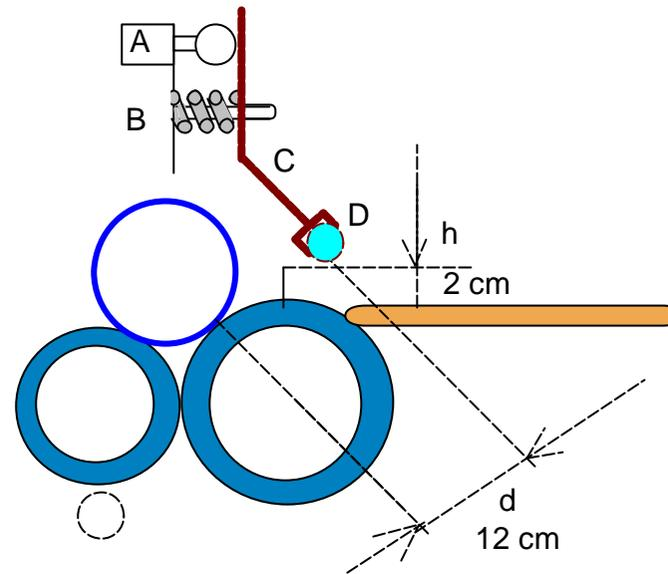

fig. 4
5.2. elementi mobili 5.2.1. organi di trasmissione 5.2.2. organi che partecipano alla lavorazione	<p>Devono essere protetti mediante:</p> <ul style="list-style-type: none"> • ripari e carter fissi, apribili con chiavi o attrezzi; • ripari mobili provvisti di dispositivo di sicurezza elettromeccanico, atto ad impedire la messa in funzione degli organi pericolosi con il riparo aperto, o evitarne l'apertura fino a che gli stessi organi sono in movimento. <p>La zona di imbocco della macchina deve essere provvista di dispositivi di sicurezza atti a proteggere gli organi che partecipano alla lavorazione. Tali dispositivi devono proteggere dai rischi di trascinamento e intrappolamento delle mani nella zona di operazione dei cilindri ed evitarne lo schiacciamento nella fase di chiusura della macchina.</p> <p>Indicativamente un efficace dispositivo di sicurezza può essere realizzato sfruttando l'azione combinata delle seguenti protezioni (schema fig. 4):</p>